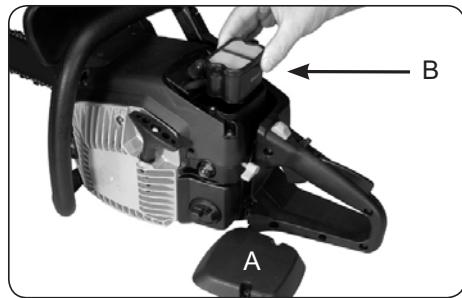

Fig. 14
1. Dégarez le couvercle (A) et sortez le filtre à air (B) (Fig. 14).